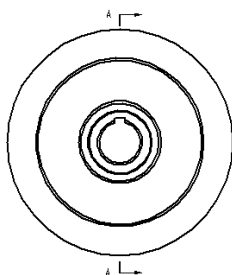

图 10.1.6 全剖视图
(4) 创建全剖视图。选择 **主页** 选项卡 **图纸视图** 区域中的 **剖视图** 命令，系统弹出“剖视图”命令条。
(5) 选取上一步创建的切割平面剖切线，然后选择合适的位置单击，生成全剖视图，结果如图 10.1.6 所示。